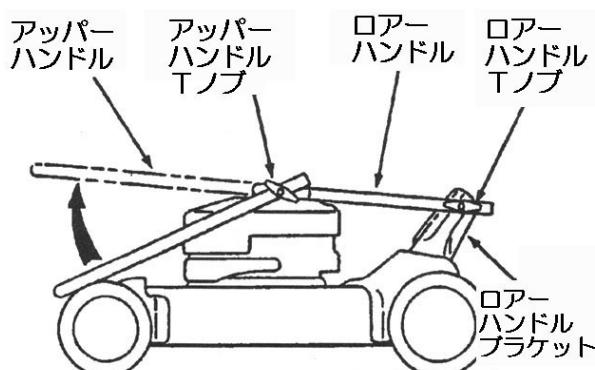

図 3-2
- ハンドルの間にあるダンボールを外して、アッパー・ハンドルを起こして、アッパー・ハンドルの凹面をロア・ハンドルに合わせ、左右のノブをしっかりと締め付けます。(図 3-2)